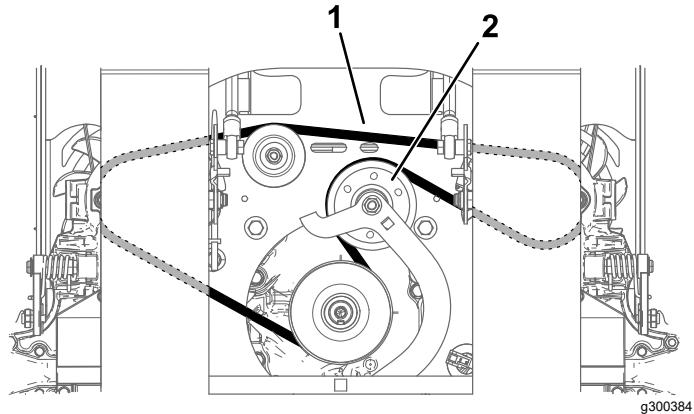

Figure 59
6. Déposez la courroie (Figure 59).
8. Posez la courroie neuve et acheminez-la autour des poulies, comme montré à la Figure 59.